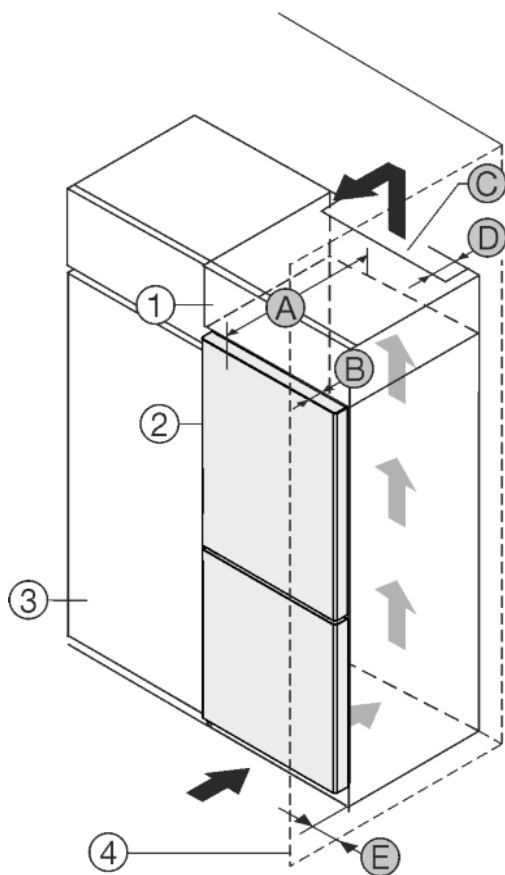

Fig. 49
Устройство может быть окружено кухонными шкафами. Чтобы уравнять устройство Fig. 49 (2) по высоте с кухонной стенкой, можно установить над устройством дополнительный шкафчик Fig. 49 (1).
Установить устройство можно непосредственно рядом с кухонным шкафом Fig. 49 (3). Чтобы можно было полностью открыть двери, устройство должно выступать на глубину Fig. 49 (B) относительно передней стенки кухонного шкафа. В зависимости от глубины кухонных шкафов и использования пристенных распорок устройство может выступать и больше.
- На задней стенке дополнительного шкафчика должен быть вентиляционный канал с глубиной Fig. 49 (D) по всей ширине этого шкафа.
- Нужно соблюдать вентиляционное отверстие Fig. 49 (C) под нижней панелью.
Если устройство установлено на шарнирах у стены Fig. 49 (4), то нужно соблюдать расстояние Fig. 49 (E) между устройством и стеной.